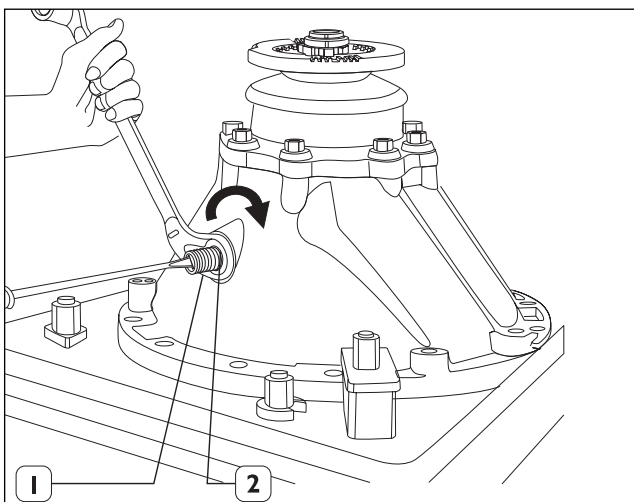

Fig. 60
14. Instalar el tornillo de reacción (1) y la tuerca (2), apretando hasta la parada contra la cara de la corona. Aplicar Loctite 573 en el roscado.
16. Bloquear la tuerca a un par de 270 a 335 Nm. (Fig. 60)